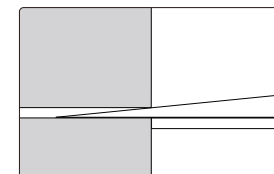

fig.5
---Insira o medidor cônico na fenda da peça a ser medida e faça com que a superfície de medição e a superfície da peça coincidam completamente (fig. 5).